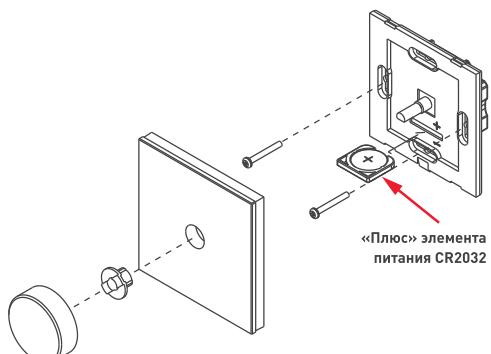

Рисунок 1. Установка элемента питания и монтаж панели управления.
2. Снимите вращающуюся ручку и втулку [см. Рис. 1].